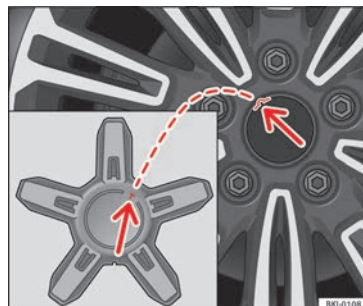

Fig. 79 Montare il copricerchio centrale.
- Collocare il copricerchio centrale sul cerchio, facendo coincidere la sporgenza del copricerchio con l'alloggiamento nel cerchio » **fig. 79** (freccie).